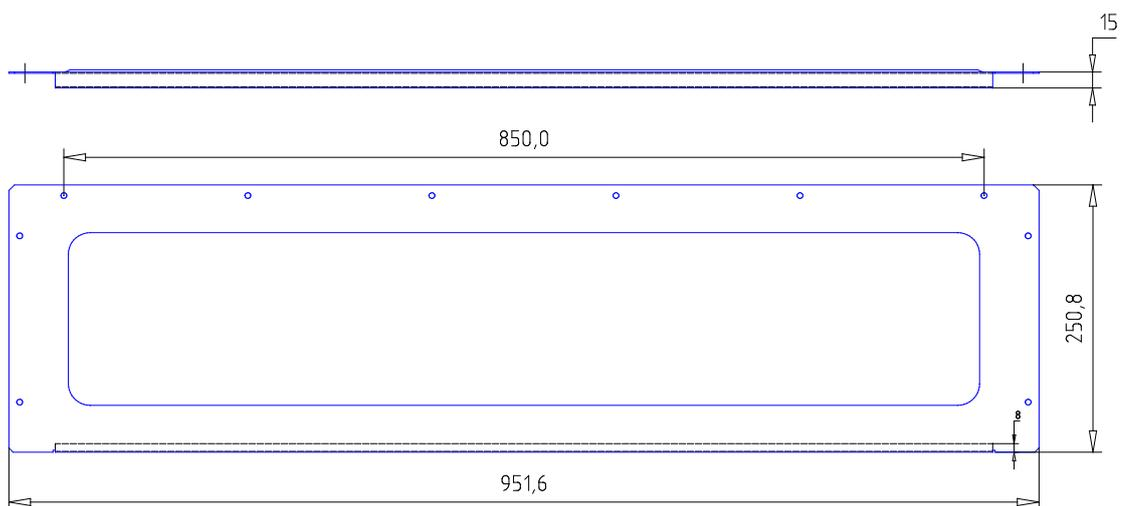
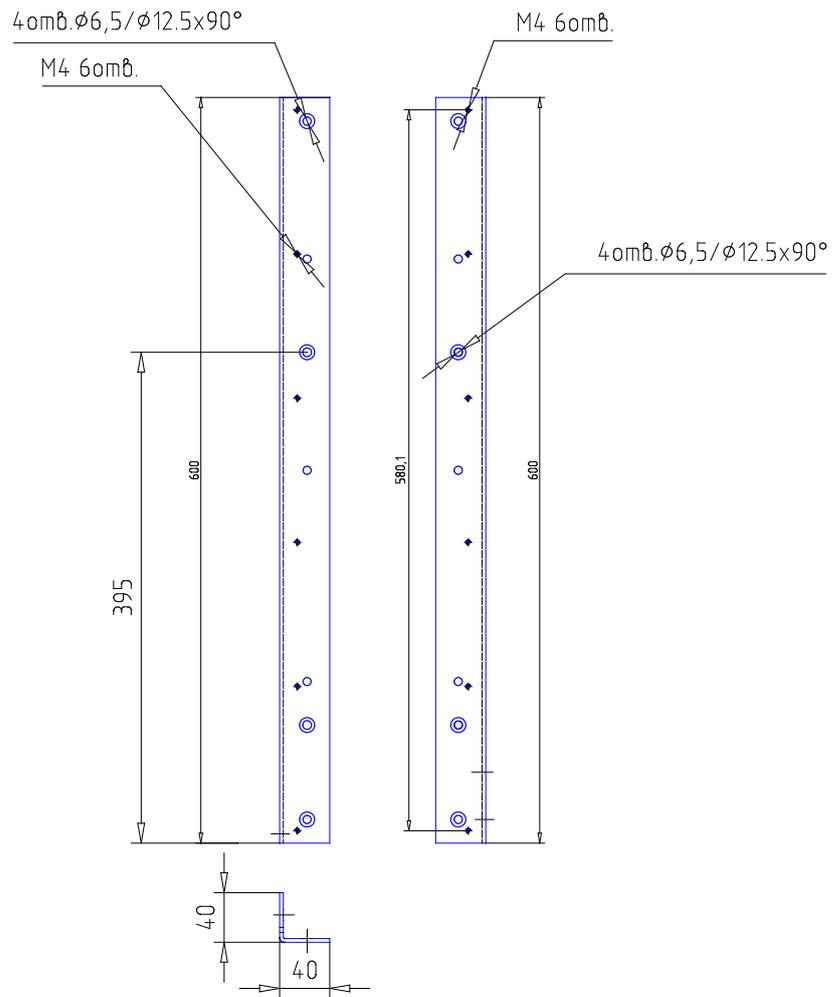
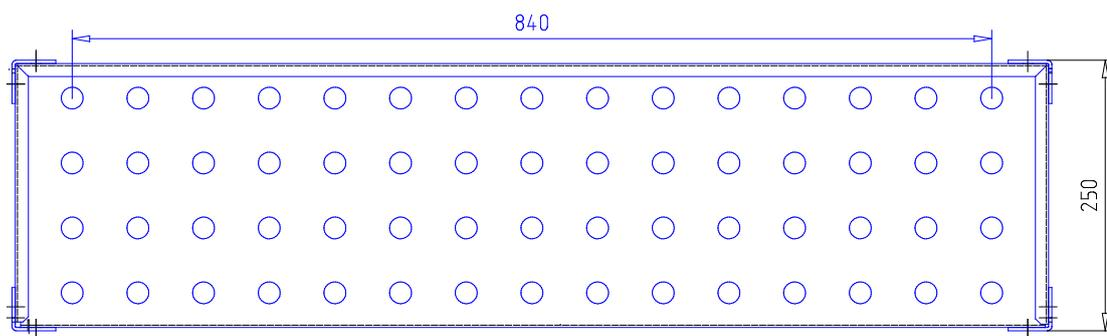

Рисунок 3.1 – Батарейный стеллаж Штиль MBS-01. Крышка верхняя
Рисунок 3.5 – Батарейный стеллаж Штиль MBS-01. Стойка задняя
Рисунок 3.6 – Батарейный стеллаж Штиль MBS-01. Полка
4.2 Соединить винтами М6\*16 полки изделия (рисунок 3.6) со стойками задними (рисунок 3.5).
4.3 Соединить винтами М6\*16 полки изделия (рисунок 3.6) со стойками передними (рисунок 3.3).
- 4.6 Закрепить винтами М4\*6 верхнюю крышку изделия (рисунок 3.1) на стойках (рисунок 3.5 и 3.6)